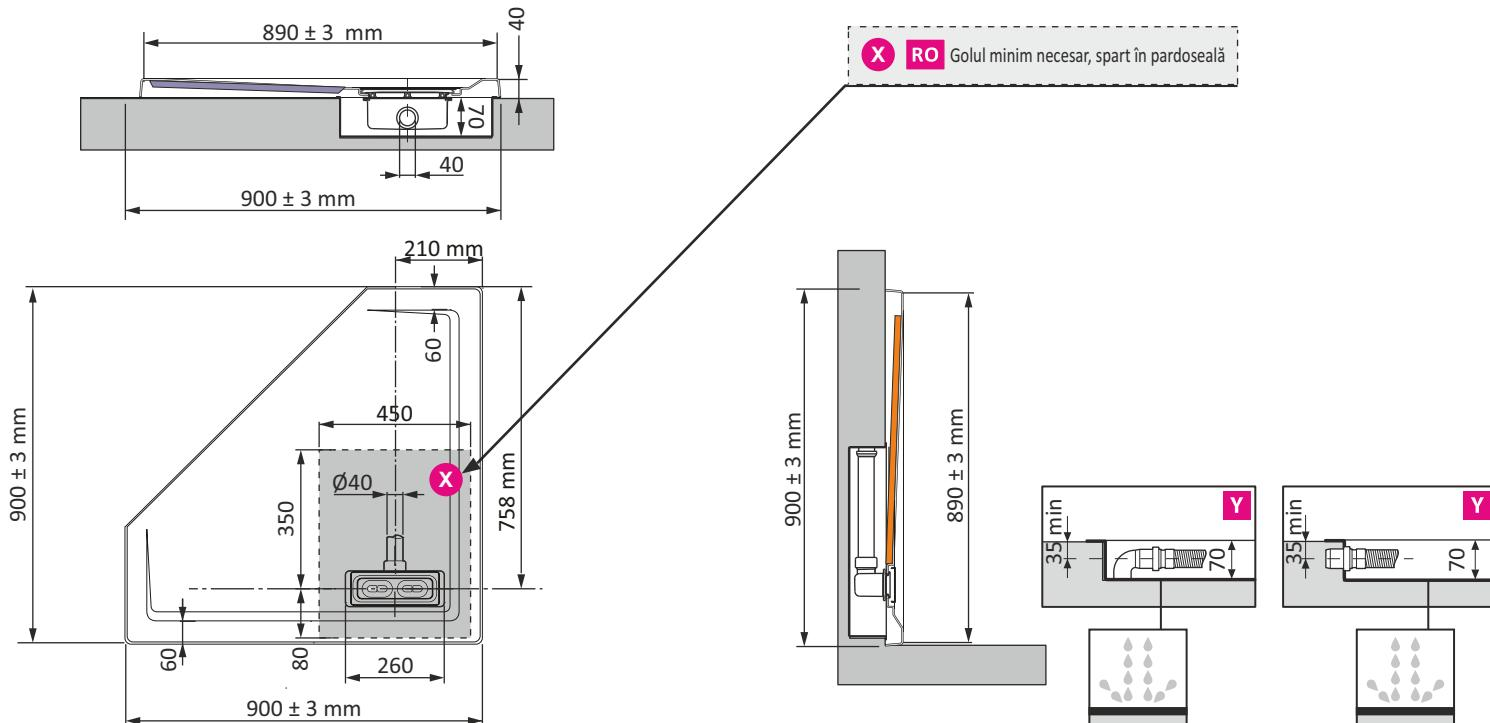

Fig.2 Spargerea și săparea volumului necesar montării sifonului
- se va sparge o suprafață dreptunghiulară în pardoseală, astfel încât să poată fi montat sifonul (Fig. 2), se va face sifonarea în vecinătatea cădiței pe traseul de scurgere;